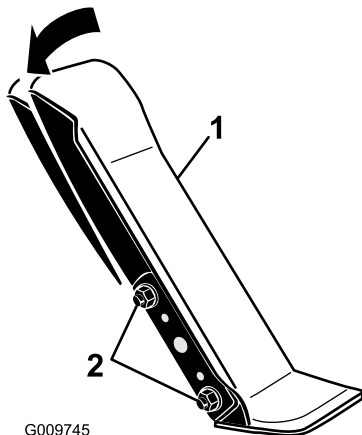

Figura 56
1. Desaperte as duas porcas e parafusos que fixam o lado esquerdo do pedal de tração ao suporte (Figura 56).
2. Rodar o pedal para o ângulo de funcionamento pretendido e apertar as porcas (Figura 56).